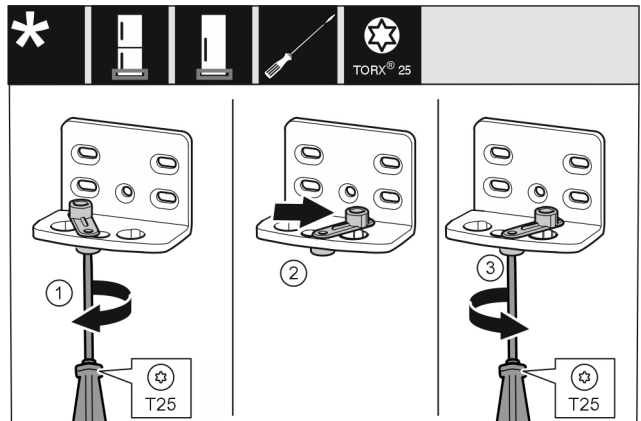

Fig. 10
- ▶ Schroef met de schroevendraaier T25 losdraaien. Fig. 10 (1)
- ▶ Deursluthulp optillen en 90° naar rechts in de opening draaien. Fig. 10 (2)
- ▶ Schroef met schroevendraaier T25 vastschroeven. Fig. 10 (3)